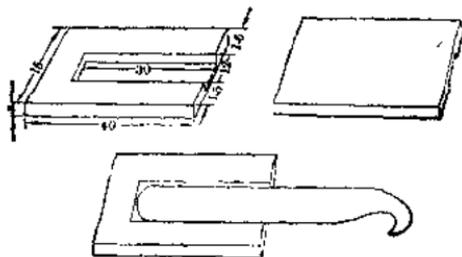
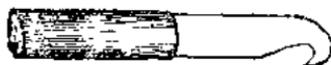

图 3
图 4
2. 刀柄: 用  $4 \times 15 \times 40$  (毫米)3 木板二块, 在二块木板上面刻出约 1 毫米深, 12 毫米宽, 30 毫米长的凹槽 (视拉割刀大小, 厚度而定), 然后把砂好的拉割刀放在中间, 用白胶或快干胶胶合起来 (图 3)。刀柄胶合待干后, 用削刀把刀柄削出圆角如图 4。